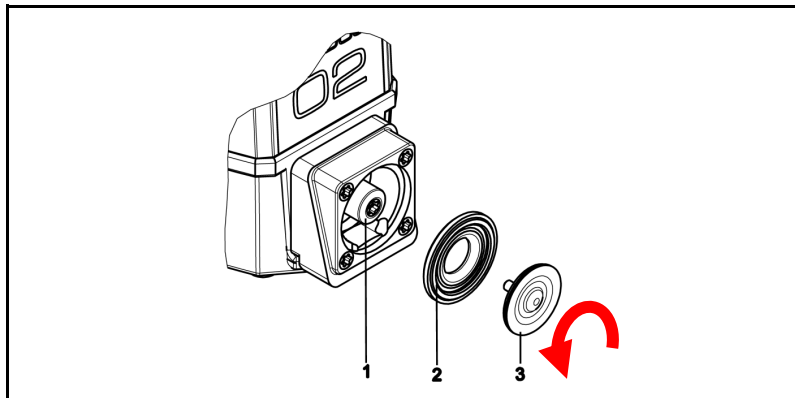

Fig. 54: Remplacer la membrane de travail
3. Soulever la membrane de travail (3) par les bords opposés, la saisir et la dévisser dans le sens inverse des aiguilles d'une montre (voir la flèche dans Fig. 54)